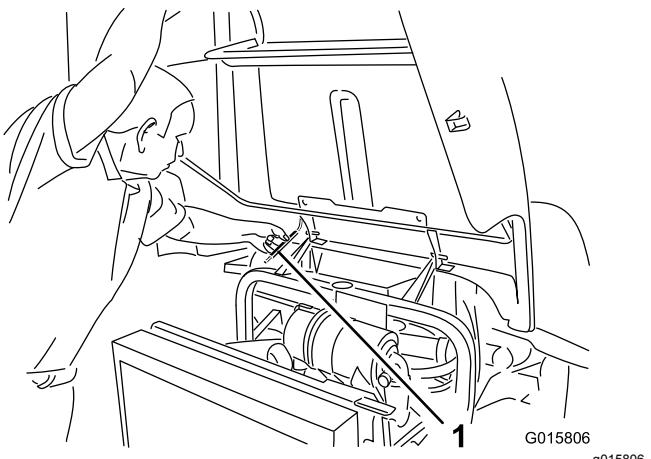

Figura 28
2. Eleve o capot até conseguir posicionar a barra de apoio atrás do tubo do chassis (Figura 28).